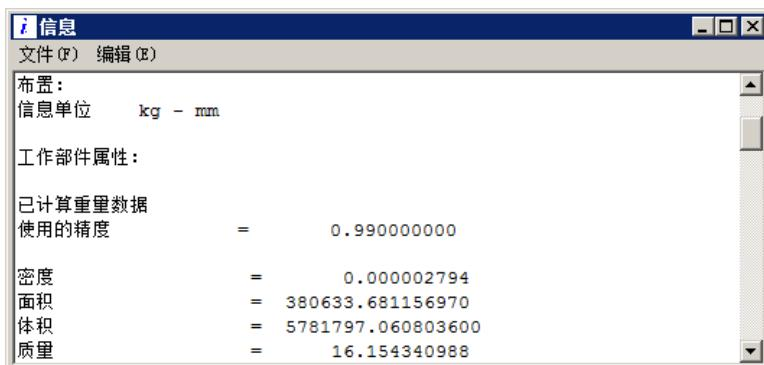

图 3.3.4 “信息”文本
(2) 在“重量管理”对话框中单击**工作部件**按钮，系统会在弹出的“信息”文本文件中显示当前工作部件的质量属性，如图 3.3.4 所示。